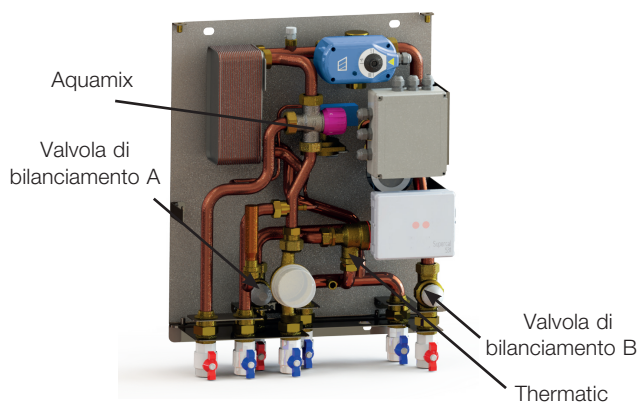

Figura 20
Facendo riferimento alla **Figura 20** seguire le istruzioni:
4. Leggere il valore di portata sul Supercal 531e regolare l'apertura della valvola di bilanciamento A in **Figura 20** fino a ottenere il valore di portata desiderato.
7. Leggere il valore di portata sul Supercal 531 e regolare l'apertura della valvola di bilanciamento B in **Figura 20** fino a ottenere il valore di portata desiderato.